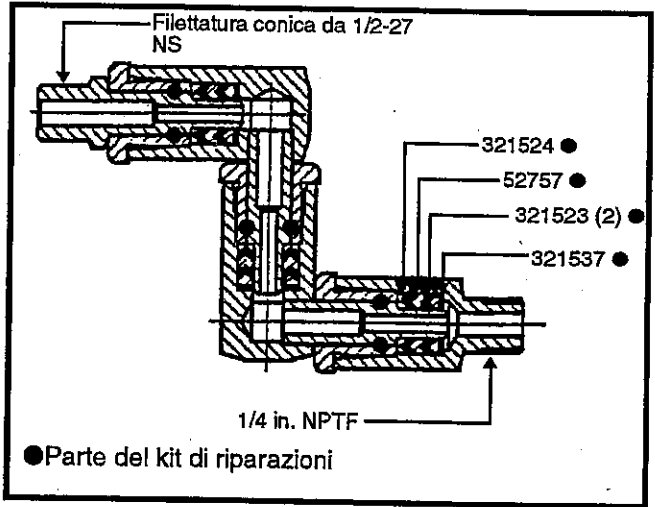

Figura 5: Gruppo di snodo universale 52752
*** 398719-1 Per l'uso sul gruppo di snodo 52752 (Figura 5)**